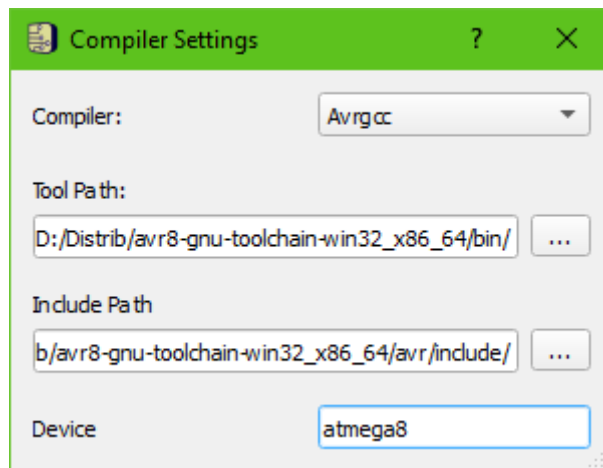

Рисунок 1.21 – Налаштування компілятора
Тепер треба вказати шляхи, де встановлений власне компілятор «Tool Path» та де знаходяться заголовні файли «Include Path» (рис. 1.21).
У полі «Device» треба задати тип мікроконтролера, для якого буде створюватися прошивка. Тобто, в нашому випадку це буде «atmega8» (рис. 1.21).
3. Створити принципову електричну схему, схожу на рис. 1.11, яка включає мікроконтролер, обраний згідно з варіантом завдань (табл. 1.3), резистор та світлодіод. Останній підключити до виводу, також вказаному в таблиці 1.3. Змінити колір світлодіода відповідно до таблиці 3. У другому стовпчику таблиці 1.3 у дужках вказано справжню назву мікроконтролеру, яку треба вводити у налаштуваннях компілятора (рис. 1.21).